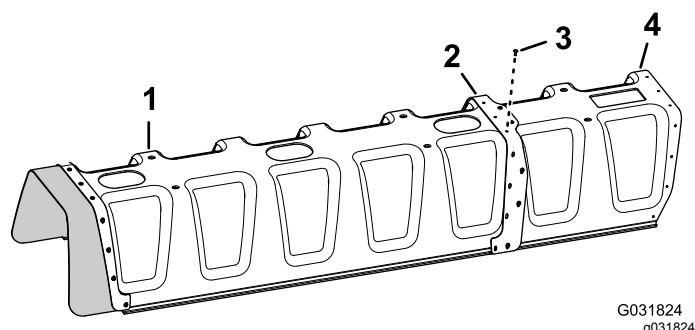

图150
- 用 11 个空心铆钉Toro 零件号 114439将护罩延长组件固定到 11 喷嘴喷洒臂段护罩上图150。